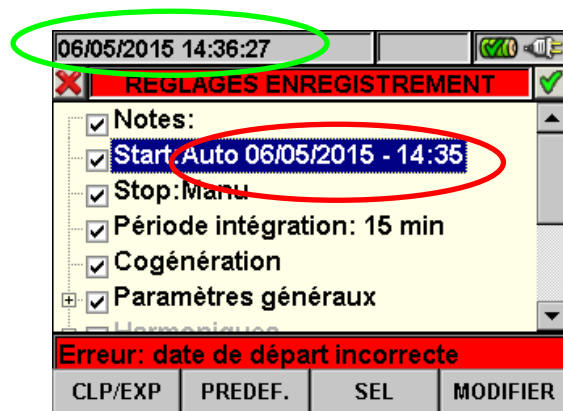

Fig. 110 : Date/Heure incorrecte
3. Appuyer sur **SAVE** ou **ENTER** (ou sur l'icône ) pour sauvegarder tout réglage effectué. En cas de réglage incorrect, l'instrument montre la page-écran d'erreur comme celle de la Fig. 110. Appuyer sur la touche **F4** (ou **MODIFIER** à l'écran) et répéter les opérations du point 2 en insérant une date/heure correcte. Dans ces conditions, la touche **SAVE** n'a pas d'effet tant qu'une opération correcte n'a pas été rétablie.